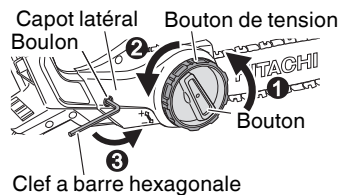

Fig. 3
1. Retrait du capot latéral (Fig. 3)
- ① Tournez le bouton une fois pour le desserrer.
- ② Tournez le bouton de tension d'un demi-tour pour le desserrer.
- ③ A l'aide de la clef à six pans fournie, desserrez le boulon jusqu'à ce qu'il n'y ait plus de résistance.
- ④ Tournez le bouton et retirez le capot latéral.